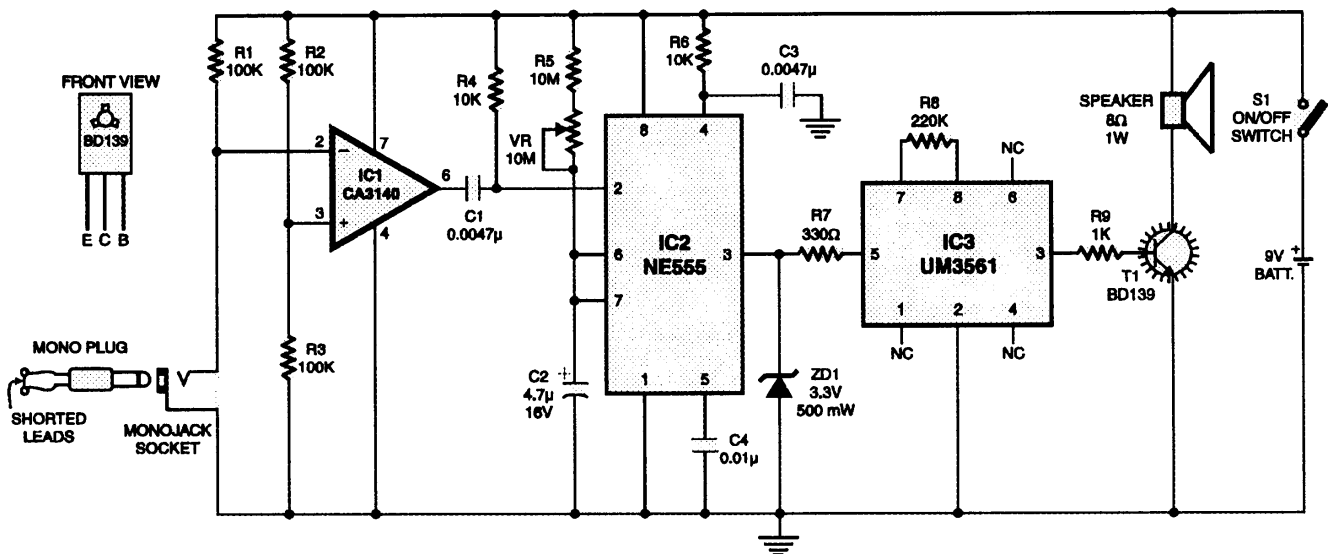

Рис.5
**Сигнализатор тревоги при хищении багажа** показан на рис.5. Внутри багажа находится звуковое устройство, имитирующее звук полицейской сирены. В режиме ожидания устройство заблокировано штекером, выходные выводы которого закорочены. Когда грабитель уносит багаж, штекер, привязанный шнурком к какому либо предмету, выскакивает и разблокирует устройство. Микросхема CA3140 (отечественный аналог 1409УД1) является компаратором. При выскакивании штекера на выходе компаратора появляется импульс, который запускает таймер 555 по входу 2. Таймер работает в режиме однократного запуска, но боль-